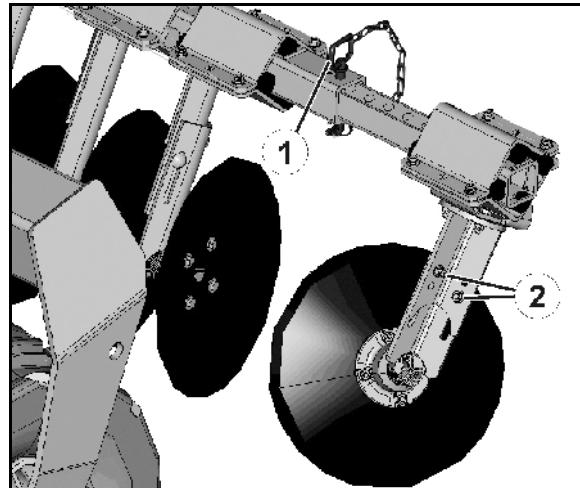
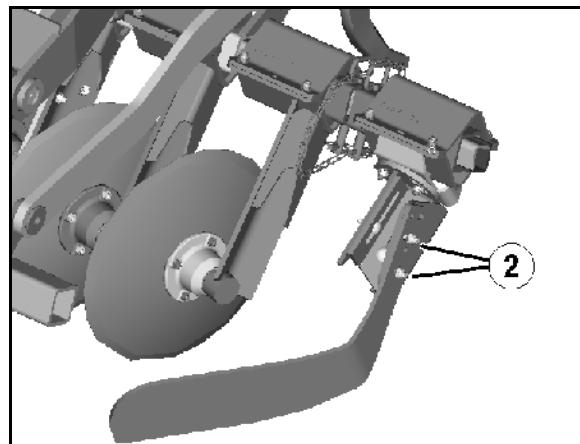

Fig. 59
Fig. 60
2. Løsne splinten, og fjern bolten (Fig. 59/1).
2. Løsne skruforbindelsene (Fig. 59, Fig. 60/2) løsen.